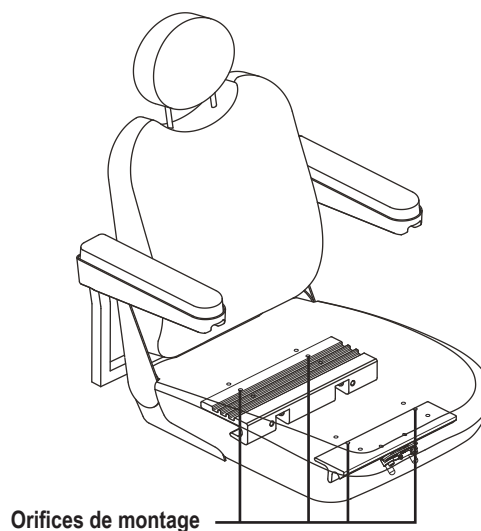

Figure 10. Position du siège
6. Repositionnez les montants dans un ensemble différent d'orifices de montage. Vous devez régler les montants en ayant un nombre identique d'orifices devant et derrière la fixation sur chaque montant. **Voir la figure 10.**